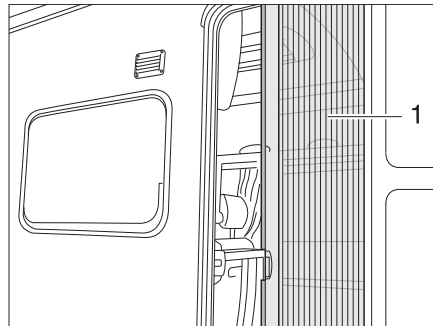

Fig. 38 Protección contra insectos
- Extraer la protección contra insectos (Fig. 38,1) por el listón completamente.
- Regresar la protección contra insectos (Fig. 38,1) por el listón a su posición inicial.